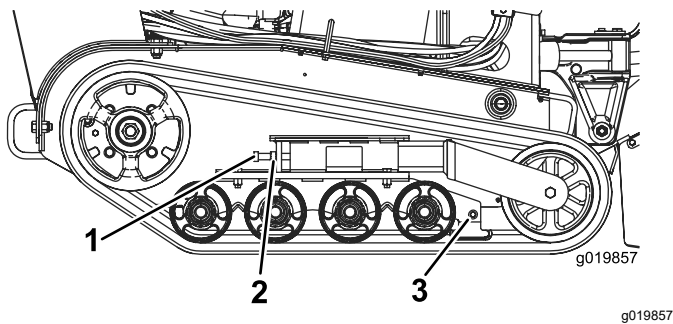

Bild 46
3. Lösen Sie die Klemmmutter an der Spannschraube der Kette und die Klemmschrauben am Spannarm (**Bild 46**).
4. Ziehen Sie die Spannschraube bis auf 32,5-40 Nm an, um die Kette zu spannen (**Bild 46**).
4. Lösen Sie die Spannschraube und Klemmmutter (**Bild 46**).